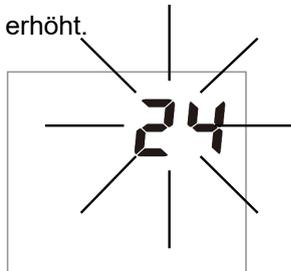

Abb. 2-1
- Im Uhr- und Datumseinstellungsmodus blinkt zunächst das Zeitformat, siehe Abbildung 2-1. Das Standardzeitformat ist 24 Stunden und die Standarduhr und das Datum sind 2019-1-1 1:00.